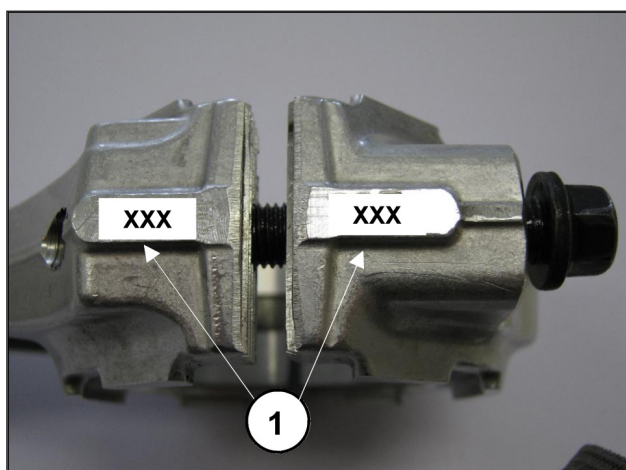

Fig. 9
- Emparelhe os chapéus da haste em suas relativas hastes, referindo-se à numeração (Fig. 9, pos. ①).